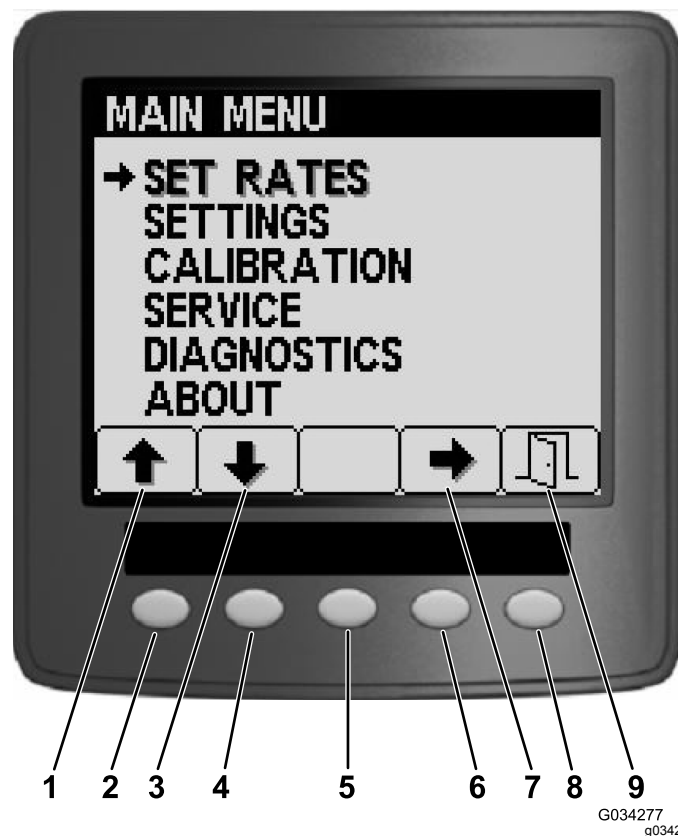
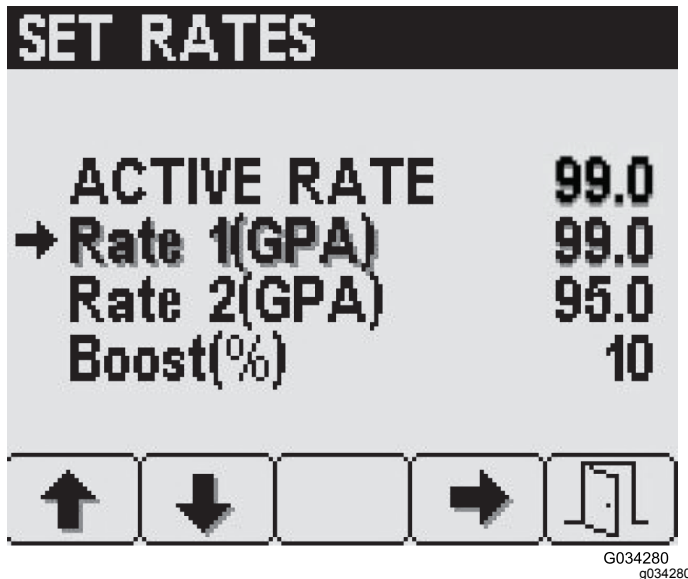
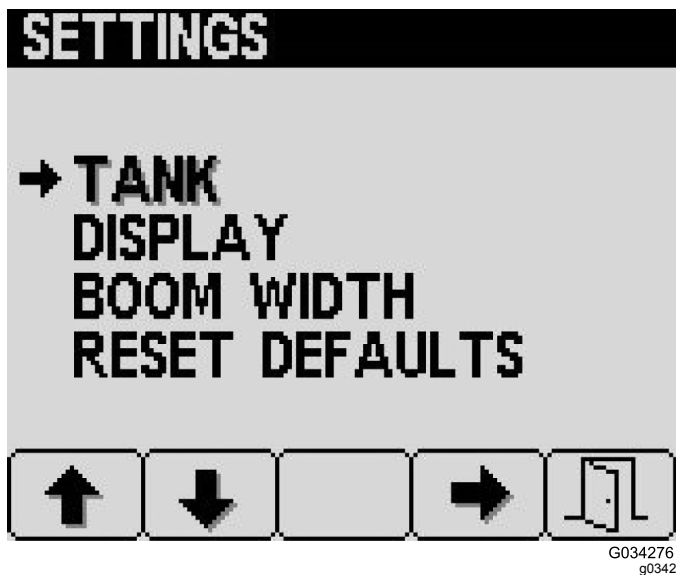

Figura 16
Figura 17
Figura 19
Desde la pantalla Main Menu (Menú principal), puede acceder a la pantallas Set Rates (Establecer caudales), Settings (Ajustes), Calibration (Calibración), Service (Servicio), Diagnostics (Diagnósticos) o About (Acerca de) (Figura 16).
Para acceder a la pantalla Set Rates (Establecer caudales), pulse el botón 2 en la pantalla Main Menu (Menú principal) (Figura 16) hasta que llegue a Set Rates (Establecer caudales) y pulse el botón 4 para seleccionar Set Rates (Establecer caudales) (Figura 17).
1. Pulse el botón 1 o 2 hasta que llegue al caudal o al porcentaje de caudal de aumento que desee (Figura 17).
Para acceder a la pantalla Settings (Ajustes), pulse el botón 2 en la pantalla Main Menu (Menú principal) (Figura 16) hasta que llegue a Settings (Ajustes) y pulse el botón 4 para seleccionar Settings (Figura 19).
1. Pulse el botón 2 en la pantalla Settings (Ajustes) hasta que llegue a los ajustes de Display (Pantalla) y, a continuación, pulse el botón 4 para seleccionar Display (Pantalla) (Figura 19).
1. Pulse el botón 4 en la pantalla Settings (Ajustes) para seleccionar los ajustes de Tank (Depósito) (Figura 19).
Los ajustes de anchura del brazo se introducen previamente en la fábrica (Figura 19).